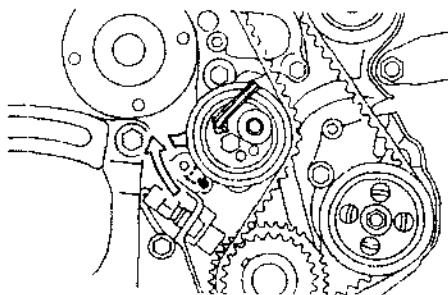

图 1—1—11 拆下正时皮带
(8) 拆下凸轮轴正时皮带轮。用维修专用工具拧松凸轮轴正时皮带螺栓，拆下螺栓和正时皮带（见图 1—1—12）。
(9) 拆下 2 号惰轮。